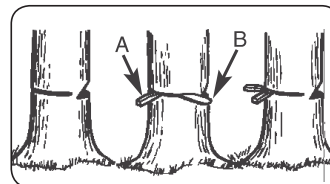

Fig. 10C
1. Utilisez des coins en bois ou en plastique (G) pour éviter que le guide-chaîne ou la chaîne (H) soient bloqués dans le trait d'abattage. Les coins d'abattage dirigent aussi l'abattage (Fig. 10C).